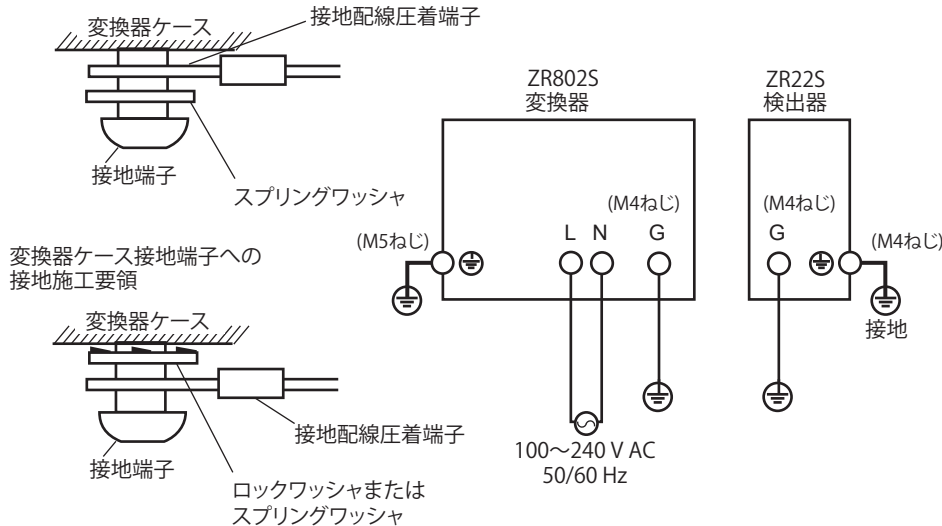

図3.8
- ・ 変換器ケース接地端子への配線は、ロックワッシャがケースに接触するよう接続してください（図 3.8 参照）。